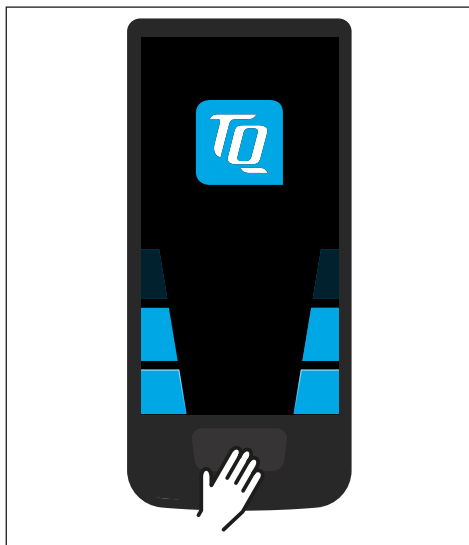

Fig. 3: Pulsante su Display
- Accendere l'unità motrice **brevemente** premendo il pulsante (vedere Fig. 3) su Display.
- Spegnerne l'unità motrice **premendo a lungo** il pulsante (vedere Fig. 3) sul Display.